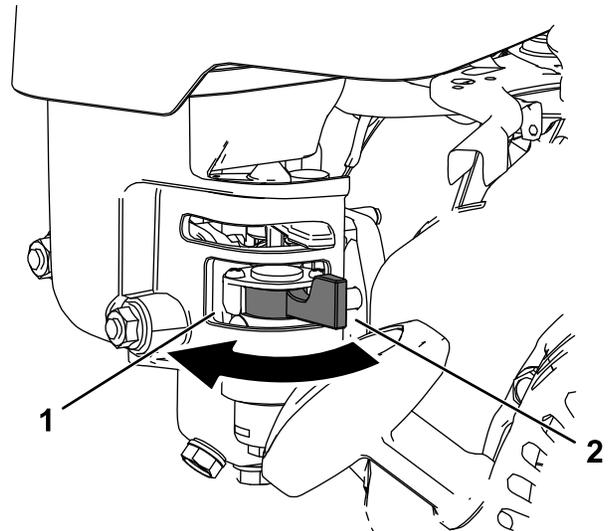

図 18
- バルブを開く場合バルブのレバーをリコイルスタータハンドルの方へ回す 図 18。
- バルブを閉じる場合レバーをリコイルスタータハンドルと反対の方へ回す 図 18。